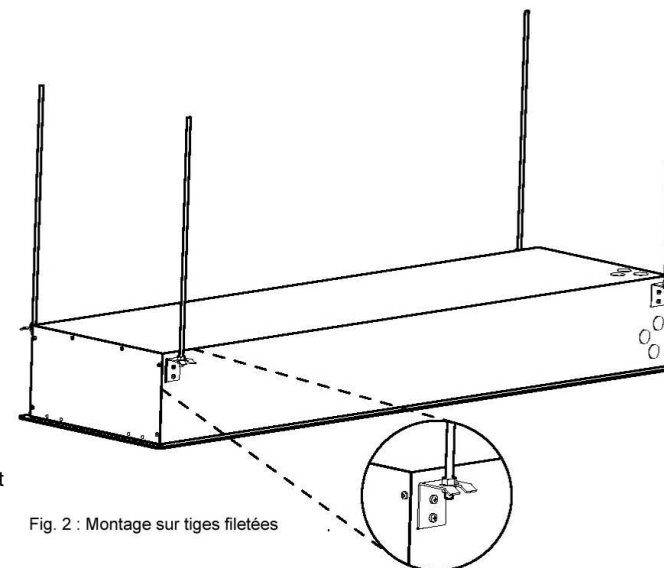

Fig. 2 : Montage sur tiges filetées
2. Les accrocher à des tiges filetées (M8, non fournies) comme indiqué sur la figure 2.